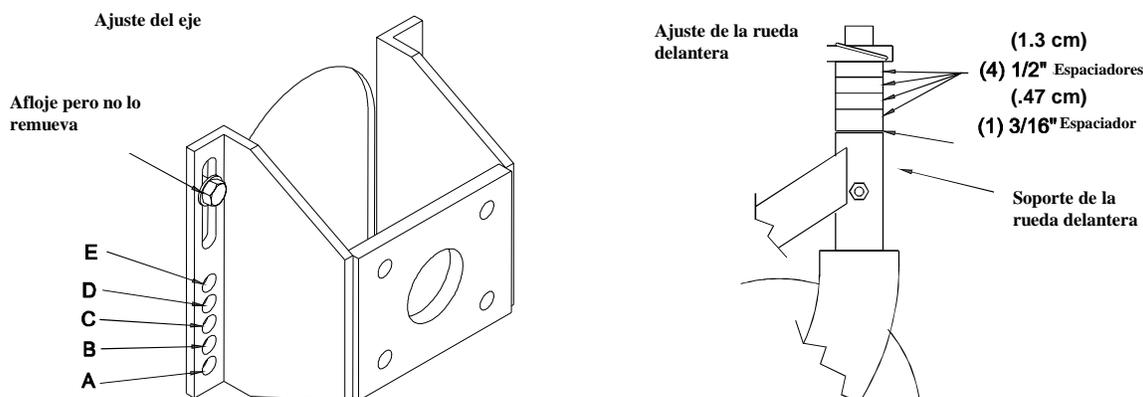

FIGURA 5
Se puede obtener el rango de la altura de corte deseado ajustando el eje trasero y colocando espaciadores por encima o abajo del brazo de las ruedas delanteras (Vea Figura 5).
- c) Afloje pero no remueva los dos pernos de **arriba** del soporte de montaje de cada motor hidráulico, (Vea Figura 5).